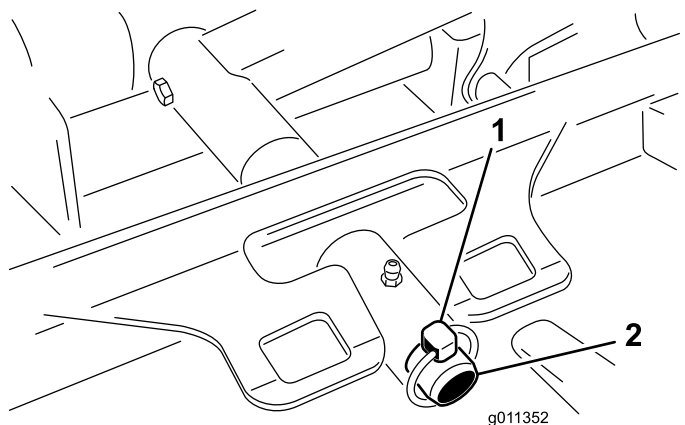

Figura 68
3. Togliete l'acciarino o il dado di ritegno che fissano il telaio portante del piatto di taglio al perno orientabile del braccio di sollevamento (Figura 68).
3. Infilate il telaio portante del piatto di taglio sul perno di articolazione del braccio di sollevamento. Fissate gli elementi con l'acciarino o il dado di ritegno (Figura 68).